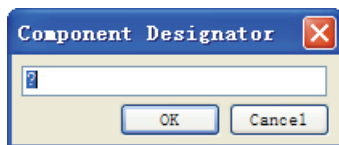

图 10-35 输入元件序号对话框
(1) 执行菜单命令【Edit】→【Jump】→【Component】后，弹出如图 10-35 所示的对话框。